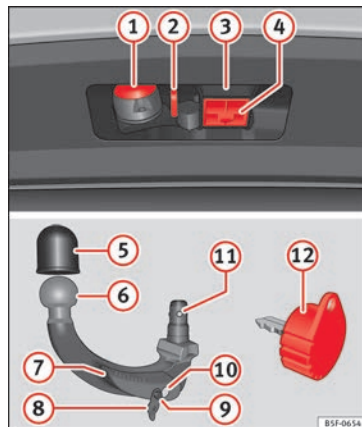

Fig. 222 Supporto del dispositivo di traino / sfera smontabile / chiave
Legenda » **fig. 222**
- Estrarre il tappo di alloggiamento del gancio (4) » fig. 222 verso il basso.